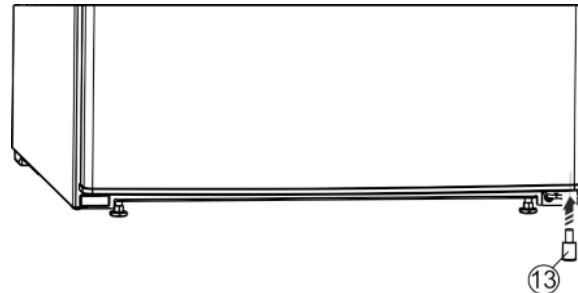

Fig. 8
- ▶ Снова вставьте в дверь распорную деталь Fig. 8 (13) справа внизу - это важно для обеспечения устойчивости устройства.